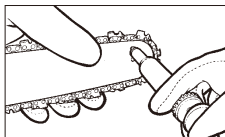

Fig. 20
3. Med smørepistolen (valgfritt), sett spissen inn i smøringshullet og klem inn smøring til det vises på ytre kant av spissen på tannhulet (Fig. 20).